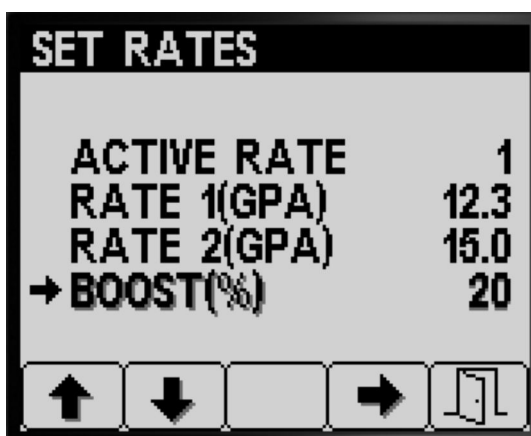

图 8
1. 按 1 号或 2 号按钮可导航至喷洒率增强百分比选项 图 8。